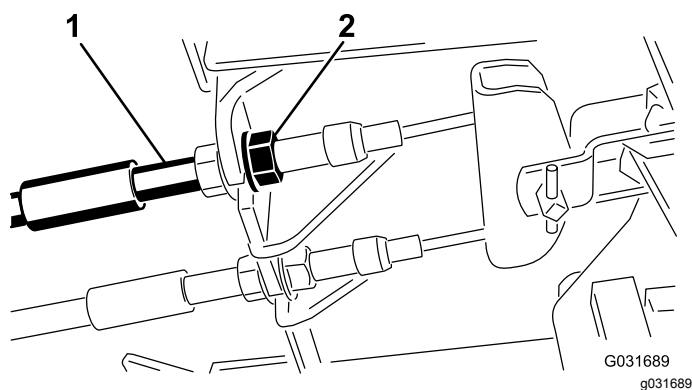

Bild 71
1. Ziehen Sie zum Reduzieren des Spiels der Bremspedale die Bremsen fester – lockern Sie dazu die vordere Mutter am Gewindeende des Bremszugs (Bild 71).